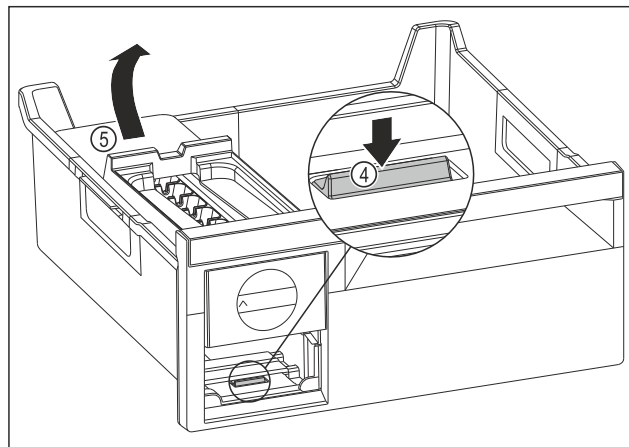

Fig. 141
- Vyjmutí korpusu EasyTwist-Ice: Lamelu Fig. 141 (4) zatlačte prstem směrem dolů a zároveň nadzvedněte druhou rukou korpus EasyTwist-Ice Fig. 141 (5) zezadu.